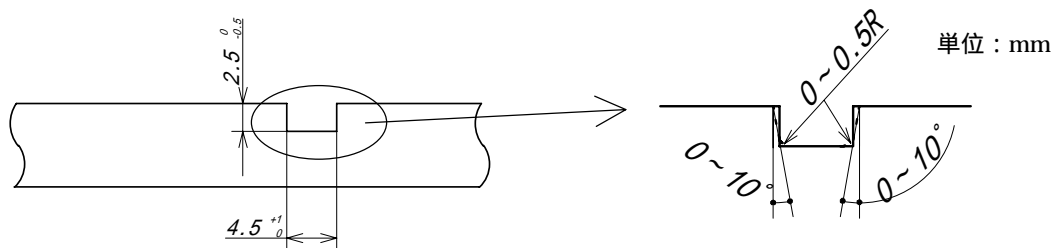
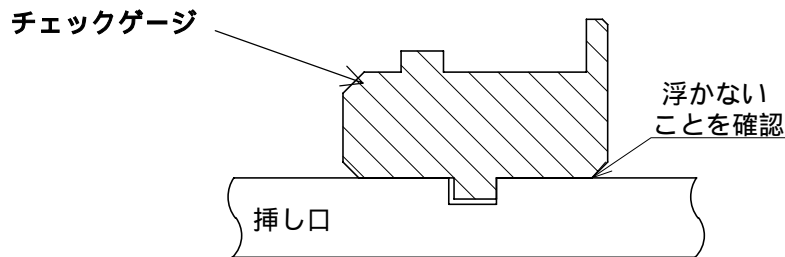

図7 加工後の溝の寸法
図8 溝深さの確認
(8) 図7のように所定の寸法になっているかを専用のチェックゲージを用いて確認する。図8のように、チェックゲージを加工後の溝に入れて、挿し口全周にわたって浮かないことを確認する。チェックゲージが浮いた場合、溝が浅いので、再度溝切機をはめ込み、溝切り加工を行う。